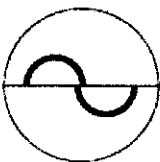

Figura 2: Corrija la posición final
- Aumente la presión de aplanación haciendo girar el botón de medición del tonómetro hasta que los márgenes de los anillos de fluoresceína se toquen y se crucen con las pulsaciones del ojo (Figura 2). La anchura de los anillos de fluoresceína alrededor de la posición de contacto del prisma de medición debe ser igual a  $1/10$  del diámetro de la superficie de aplanación (0,3 mm).
- Para leer la escala, multiplique las lecturas por un factor de diez (10). El resultado es la presión ocular expresada en mmHg.